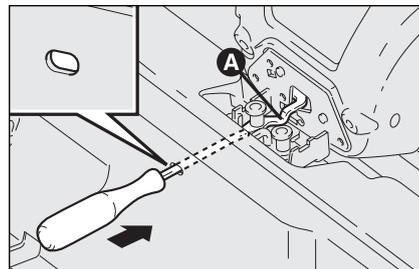

fig. 91
- prendre le tournevis de la boîte des outils et l'introduire à l'intérieur du trou prévu sur la traverse arrière du coffre à bagages (voir **fig. 91**);
- intervenir, au moyen du tournevis, sur le dispositif **A-fig. 91** de manière à permettre l'ouverture du coffre à bagages.